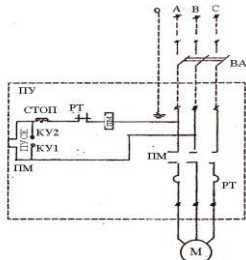

Рис. 2 Электрическая схема ПСМ-0,5М
5.1 Пневмосортировальная машина ПСМ-0,5М, ПСМ-0,5П рис. 2.